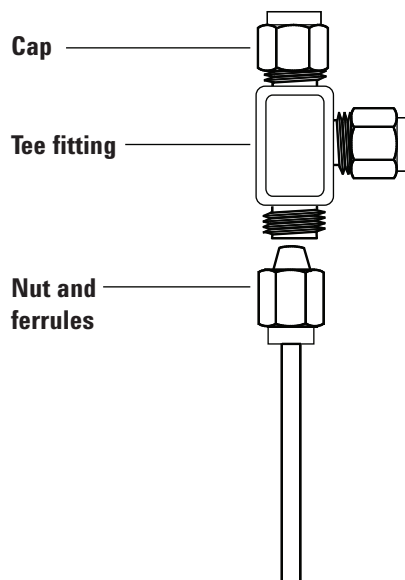

Abbildung 19. Swagelok-T-Stück
- 1 Schneiden Sie die Leitung dort durch, wo Sie das T-Stück installieren möchten. Verbinden Sie Leitung und T-Stück mit einem Swagelok-Fitting. Siehe **Abbildung 19**.